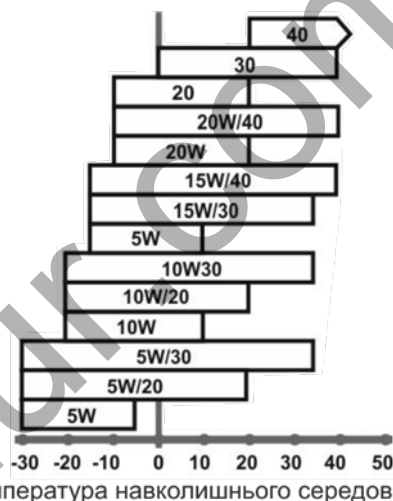

Рисунок 3. Залежність густини мастила від температури сезону.
1. Виріб постачається без моторного мастила у картері двигуна. Перед заправленням перевірити відповідність параметрів вибраного мастила рекомендаціям, вказаним на рис. 3. Рекомендується використовувати напівсинтетичне мастило 10W30 за SAE або мінеральне мастило високої якості.